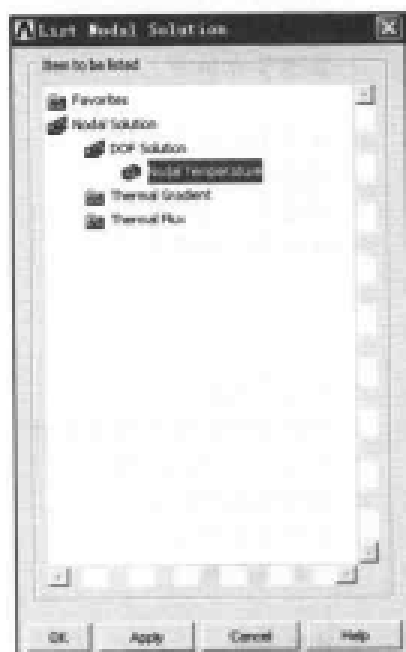
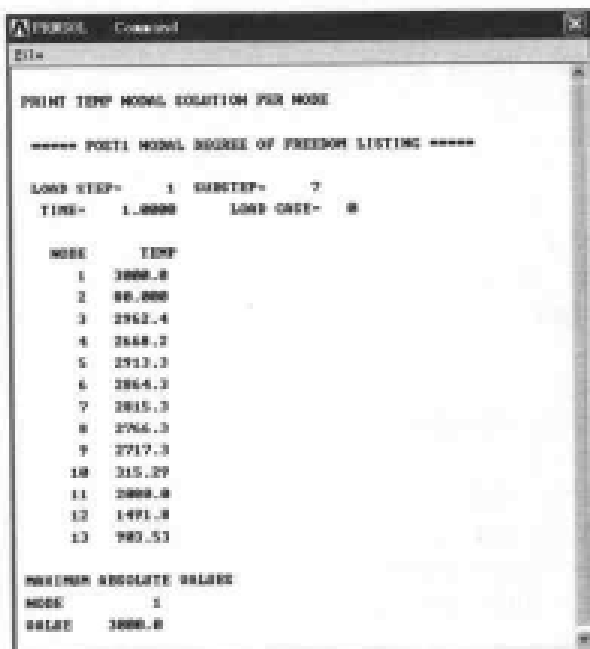

图 9-71 列表显示节点求解结果
图 9-72 节点温度求解结果显示
(1) 选择 Main Menu | General Postproc | List Results | Nodal Solution 命令, 出现 List Nodal Solution 对话框, 在列表框中选择 Nodal Solu | DOF Solution | Nodal Temperature 选项, 如图 9-71 所示, 单击 OK 按钮, ANSYS 窗口将显示各节点的温度求解结果, 如图 9-72 所示。